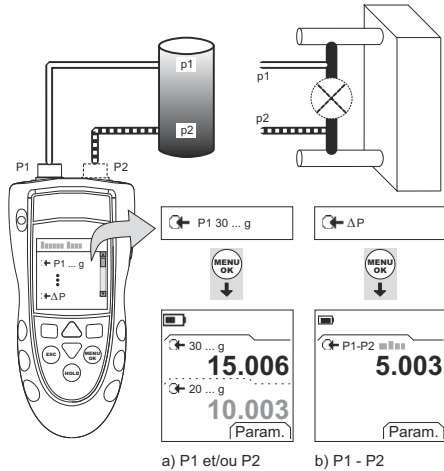

Figure 2 : Exemple de configuration - Mesure de pression
- Raccorder l'instrument (Figure 2) et, si nécessaire, régler la Configuration (Tableau 1).
Les exemples de la Figure 2 indiquent :
1. Raccorder l'instrument à l'étalon de pression (Figure 2).